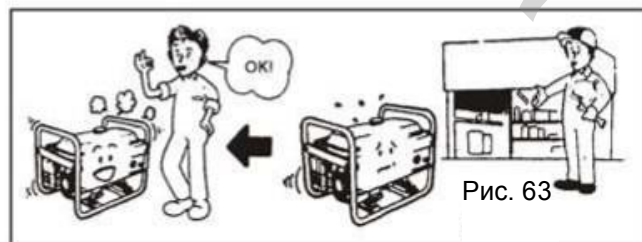

Рис. 63
9.2.3 Якщо після цих перевірок проблема все ще існує, зверніться до вашого дилера за допомогою (Рис. 63).